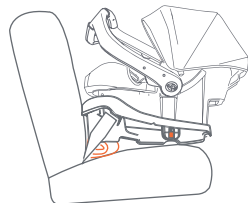
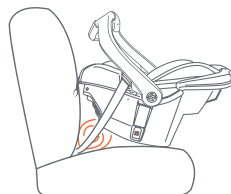

Fig. 59-3
Fig. 60-1
- Si la línea de nivel del indicador de ángulo de la silla no está paralela al suelo, o la burbuja no está centrada, usando el pie de elevación, guarde el pie de elevación debajo de la base, coloque una toalla enrollada, una toalla doblada o un flotador de piscina debajo de la parte delantera de la base (Fig. 59-3), o en el extremo inferior de los portabebés (Fig. 60-1), para lograr la posición correcta.